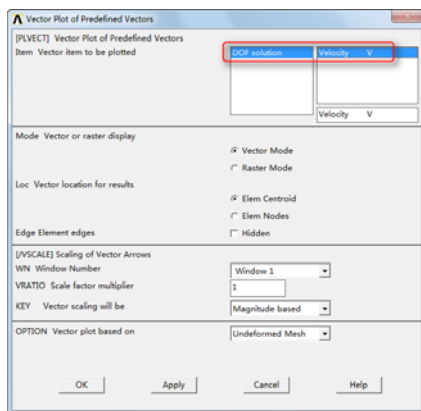
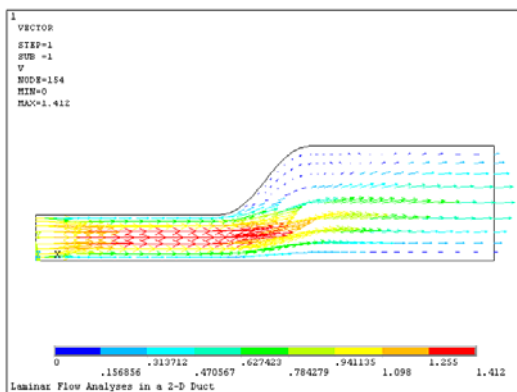

图 5-28 “Vector Plot of Predefined Vectors”对话框
图 5-29 流场的速度分布图
①读入计算结果：依次选择 Main Menu→General PostProc→Read Results→Last Set 命令，读取最后一个迭代的计算结果。
②绘制流场的速度分布图：依次选择 Main Menu→General PostProc→Plot Results→Vector Plot→Predefined，会弹出“Vector Plot of Predefined Vectors”对话框，如图 5-28 所示。在对话框中选择“DOF Solution→Velocity V”，单击“OK”按钮，会得到流场的速度分布图，如图 5-29 所示。